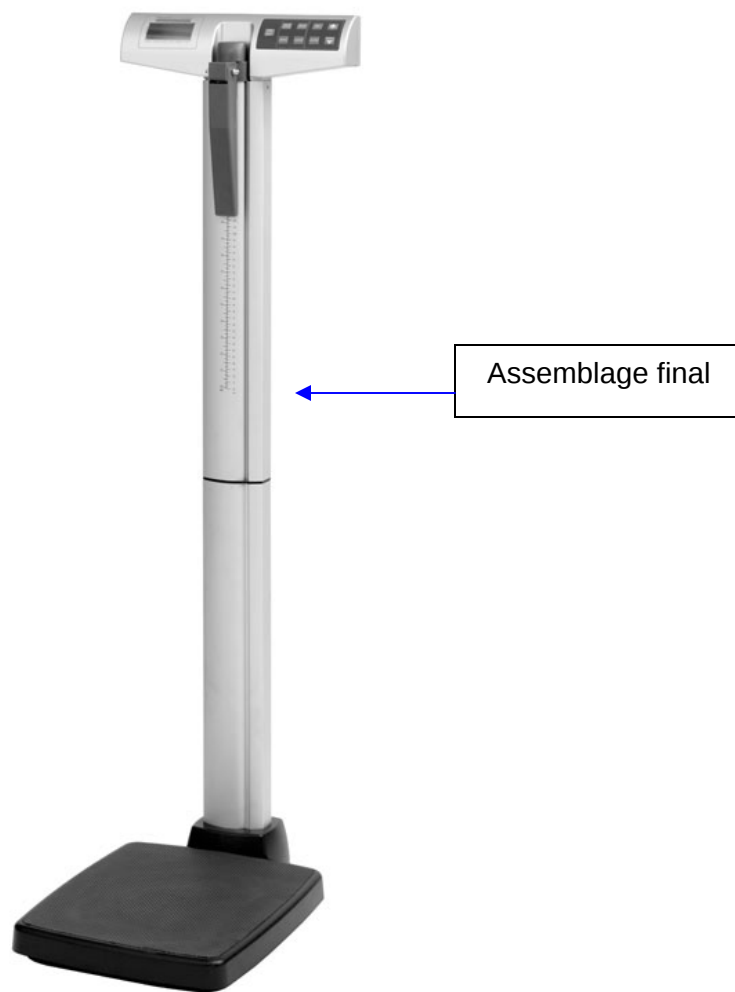

Figure 11
13. La balance est maintenant assemblée et prête à être utilisée (voir Figure 11).